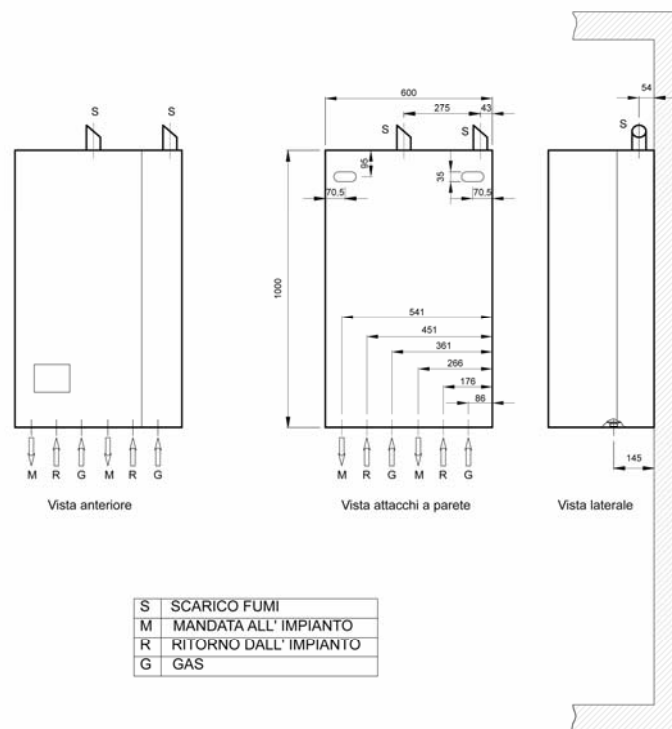

Figura 6: posizionamento a parete della caldaia.
La caldaia deve essere fissata su una solida parete in muratura mediante i ganci forniti con l'apparecchio che troverete all'interno dell'imballo. La posizione dei ganci per un esatto posizionamento della caldaia può essere determinata utilizzando la staffa metallica presente nell'imballo (vedi Figura 4). Più in particolare, utilizzare i 4 tasselli in dotazione (2 per lato) per fissare la piastra di aggancio della caldaia alla parete (vedi Figura 6). La caldaia presenta posteriormente le asole in cui far passare i ganci presenti sulla piastra. L'altezza della caldaia va scelta in modo da rendere la sua parte superiore non raggiungibile con le mani.
Nella Figura 6 a pagina 7 sono riportate le posizioni relative degli allacci idraulici e tipologia degli stessi nel caso di una Corolla 382. Le misure degli attacchi sono le seguenti:
- Gas** 3/4" (G in **Figura 6**)
- Mandata** 1" (M in **Figura 6**)
- Ritorno** 1" (R in **Figura 6**)